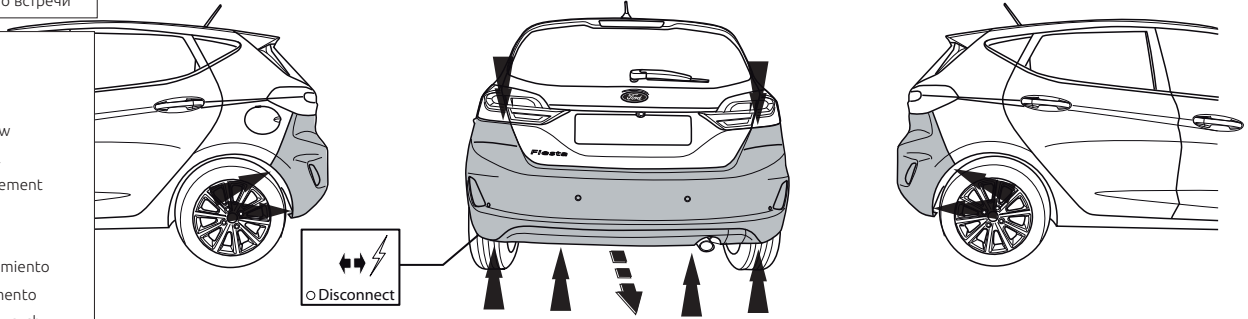

Fig. 1
1. Снять оба блока задних фар. Снять бампер бампер. См. рисунок 1.